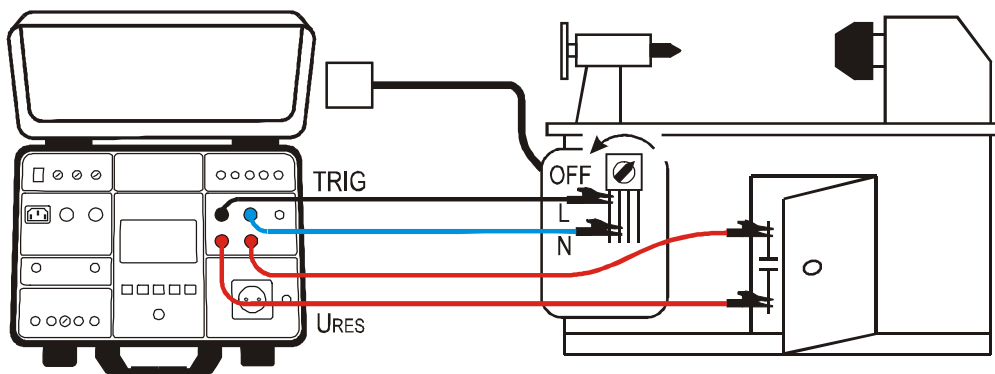

Figura 35: Ligação das ponteiros de teste para medição URES INT em máquinas fixas ligadas.
- 6) A mensagem PRONTO (READY), DESLIGAR (DISCONNECT) UUT aparece quando está presente uma tensão UIN dentro do intervalo prescrito $100 \div 460$ VCA. Efetuar a medição desligando a UUT. Desligar a UUT conforme o ilustrado na figura 35 significa desligar um adaptador de tomadas múltiplo.